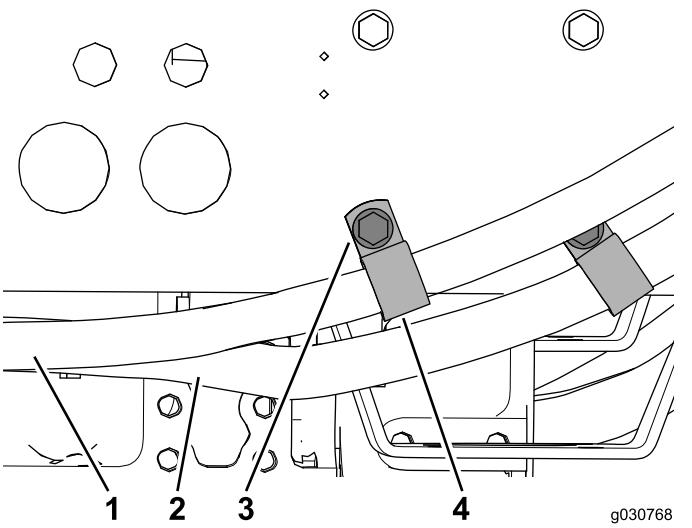

Figura 42
- Montate un serratubi a R attorno a ciascun flessibile dell'aria condizionata e utilizzate i 2 bulloni esistenti per fissarli al telaio della macchina (Figura 42).